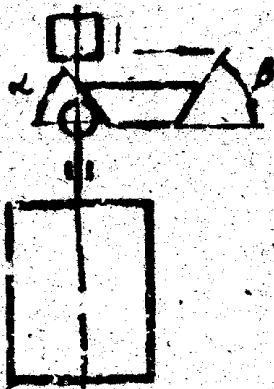

Рис. 2
4. Выключатели с приводом толкатель с роликом предназначены для работы с проходным реверсивным упором, но могут работать и с проходным нереверсивным и толкающим упорами (рис. 2). Угол набегания упора и угол сбегания составляет не более 40° при скорости движения упора до $0,25\ \text{м/с}$ и не более 20° при скорости свыше $0,25\ \text{м/с}$.